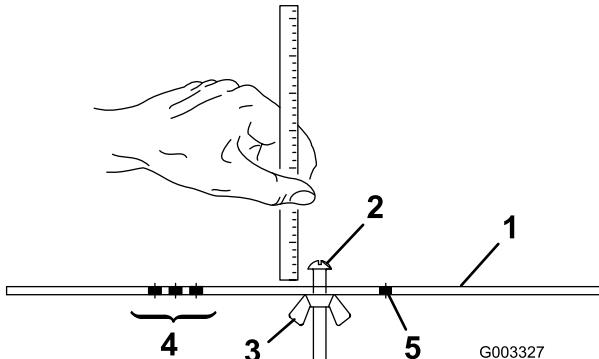

Figure 24
- Desserrez l'écrou du gabarit (Figure 24) et tournez la vis de réglage de manière à obtenir la hauteur de coupe voulue.